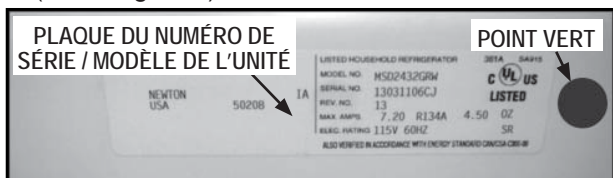

Figure 1
**REMARQUE :** Vérifier que le réfrigérateur n'a pas été modernisé auparavant. Une vignette d'identification (point vert) proche de la plaque du numéro de série / modèle de l'unité indique que le dispositif de surcharge et de démarrage ont déjà été mis à niveau (voir la figure 1).